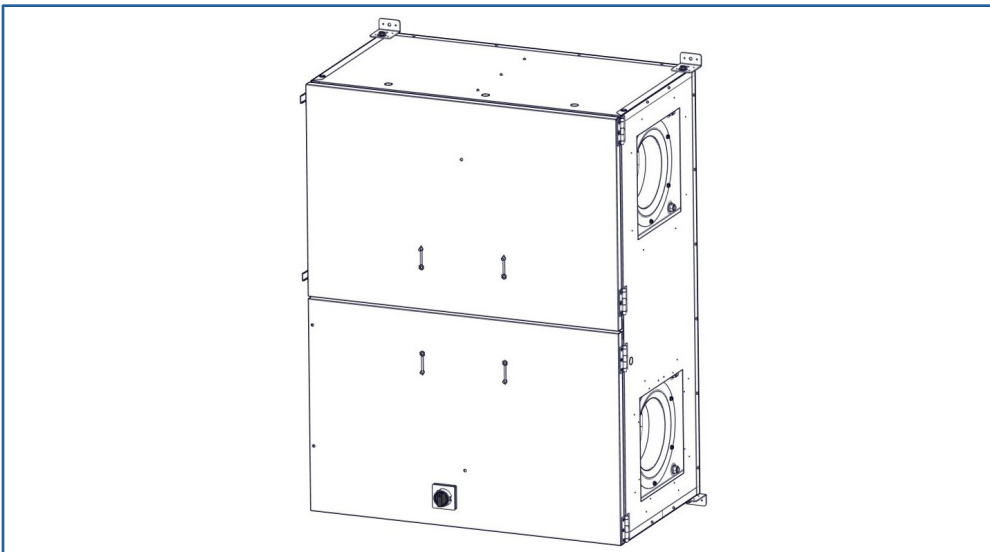

FIGURE 5.3.1 KIT DE SUPPORTS DE SUSPENSION
Les modèles HE07IN-HE15IN peuvent également être montés sur des éléments structurels à l'aide du kit de supports de suspension, disponible en accessoire. Retirez les quatre pieds réglables et utilisez les boulons et rondelles 3/8"-16 fournis pour fixer les supports de suspension à l'unité, comme illustré à la figure 5.3.1. Les supports de suspension peuvent être fixés directement à un élément structurel ou utilisés en combinaison avec une tige filetée et des isolateurs de vibrations suspendus (voir section 5.3.4). Si l'espacement des points de fixation de l'unité ne convient pas à l'application, les supports de suspension peuvent également être fixés directement à l'armoire à l'aide de (16) vis autotaraudeuses pour tôle #12 x 3/4" de long (non fournies). Assurez-vous que l'unité est correctement soutenue aux quatre coins et que l'emplacement des supports respecte les dégagements de service requis.